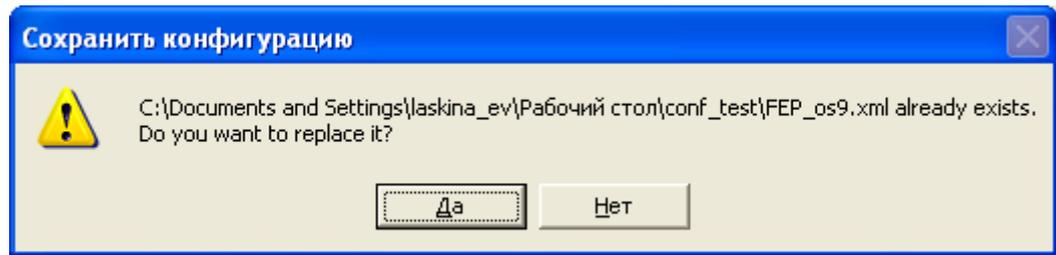

Рисунок 70. Диалоговое окно «Сохранить конфигурацию»
- 2) Если файл уже существует в выбранной директории, то будет выдано сообщение – рисунок 70. Нажатие на кнопку «Да» приведет к замене существующего файла текущим файлом конфигурации. При нажатии на кнопку «Нет» будет осуществлен возврат к окну «Сохранить конфигурацию».